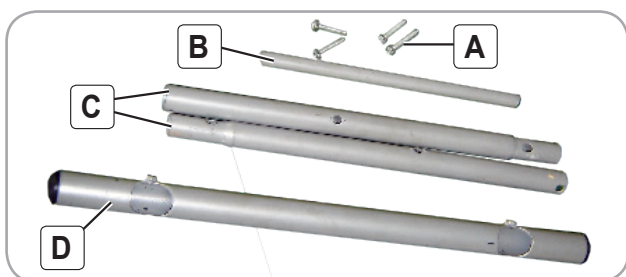

Fig.9
Utilizând kit-ul din Fig.9, conectați elementele (B,C,D) prin intermediul suruburilor (A).